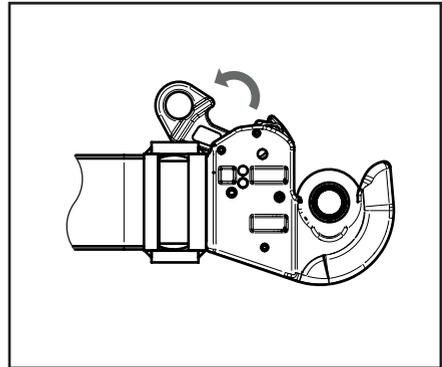
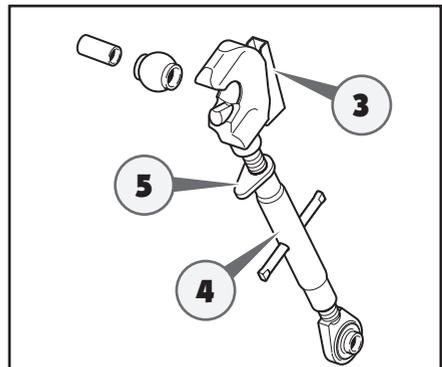

Abb. 5.83
Abb. 5.84
Den Hebel (3) ziehen, um die Kupplungshaken an den Unterlenkern (Abb. 5.83) und an der oberen Schubstrebe (Abb. 5.84) freizugeben.
Wird der Hebel bis zum Anschlag nach hinten gezogen, bleibt der Kupplungshaken in der „Öffnungsposition“ blockiert (Abb. 5.83).